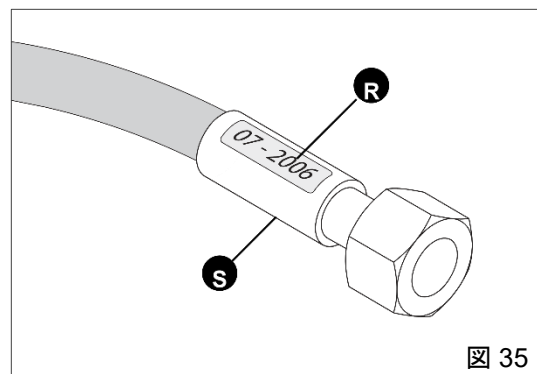

図 35
- 油圧ホースは使用していなかった場合でも(自然劣化)5 年ごとに新しいものに取り替えてください。 図 35(R)は、例としての製造年月が記された油圧ホースを示しています。
- ホースカバー(図 35 の S)の近くに漏れが見つかった場合
- ホースカバー(S、図 35)が錆付いた場合
- 製造日(R、図 35)から 5 年後